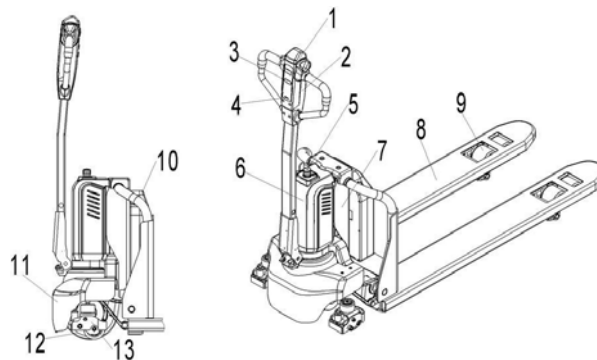

Fig. 5: Descripción del dispositivo
Paso 1: Gire el interruptor de parada de emergencia (Pos. 5, Fig. 5) en el sentido de las agujas del reloj e introduzca la llave (Pos. 4, Fig. 5).
Baje siempre las horquillas por completo. Pulsar el interruptor de parada de emergencia (Pos. 5, fig. 5).
4. El botón de seguridad (pos. 1, fig. 5) evita que el operador sea aplastado. Cuando se activa este botón, el vehículo desacelera y/o comienza a viajar en reversa ("Bw.") por una corta distancia y se detiene. Tenga en cuenta que este botón también funciona cuando el vehículo no está en movimiento y el timón está en el área de trabajo.